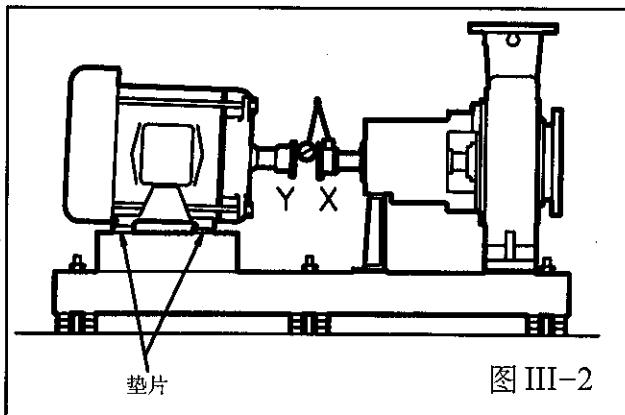

图 III-2
3. 反读 - 两边联轴器在底部比顶部部分得更开, 通过抬高轴端的电机脚(增加调整垫片)或降低另一端的电机脚(减少调整垫片)而进行校中。(图III-2)